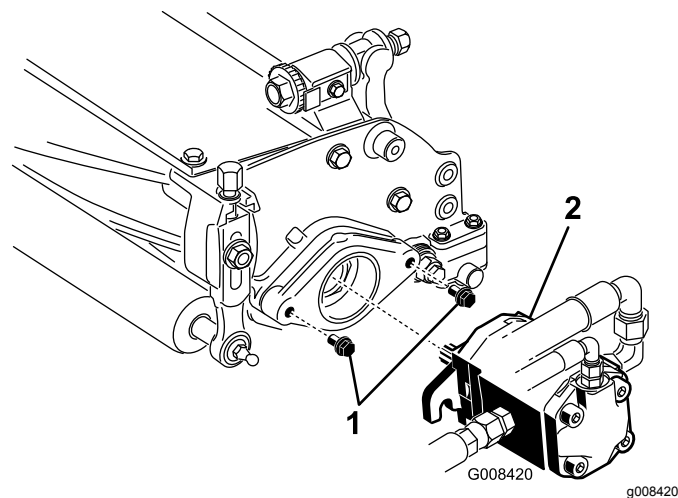

Bild 11
7. Lassen Sie ungefähr 13 mm des Gewindes an jedem Befestigungsschrauben des Spindelmotors sichtbar (Bild 11).
8. Fetten Sie die Keilwelle des Motors mit frischem Fett ein und bringen den Motor durch Drehen nach rechts an, sodass die Motorflansche von den Bolzen entfernt sind. Drehen Sie den Motor nach links, bis die Flansche die Bolzen umschließen (Bild 11).
9. Ziehen Sie die Befestigungsschrauben fest (Bild 11).